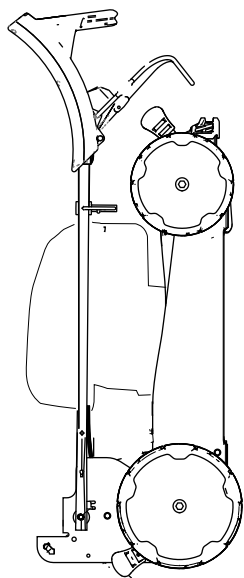

Figura 20
6. Eleve a frente da máquina pela pega e mova-a para o local de armazenamento (Figura 20).